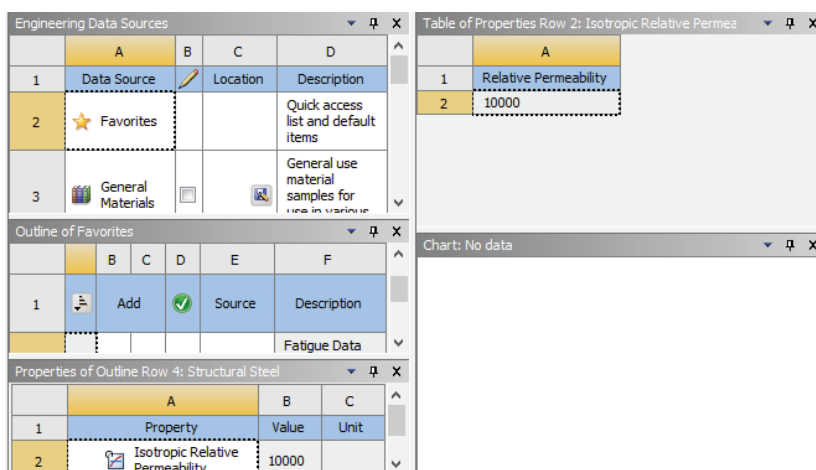

图 23-3 工程数据库界面
2) 在界面的空白处单击鼠标右键，弹出快捷菜单中选择 Engineering Data Sources，此时原界面窗口中的 Outline of Schematic A2: Engineering Data 消失，Engineering Data Sources 及 Outline of Favorites 窗口将出现，如图 23-3 所示。